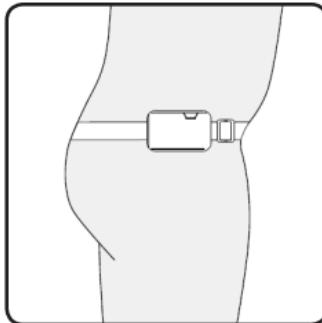

Abbildung 4. Befestigen Sie den Gürtel am Körper des Patienten und stellen Sie die Weite bedarfsgerecht ein.
1. Legen Sie den Gürtel um die Taille des Patienten. Schließen Sie den Gürtel und stellen Sie die Weite ein (**Abbildung 4**). Der Gürtel sollte für den Patienten bequem zu tragen sein. Der Beutel für den PS befindet sich oberhalb der Hüfte des Patienten.